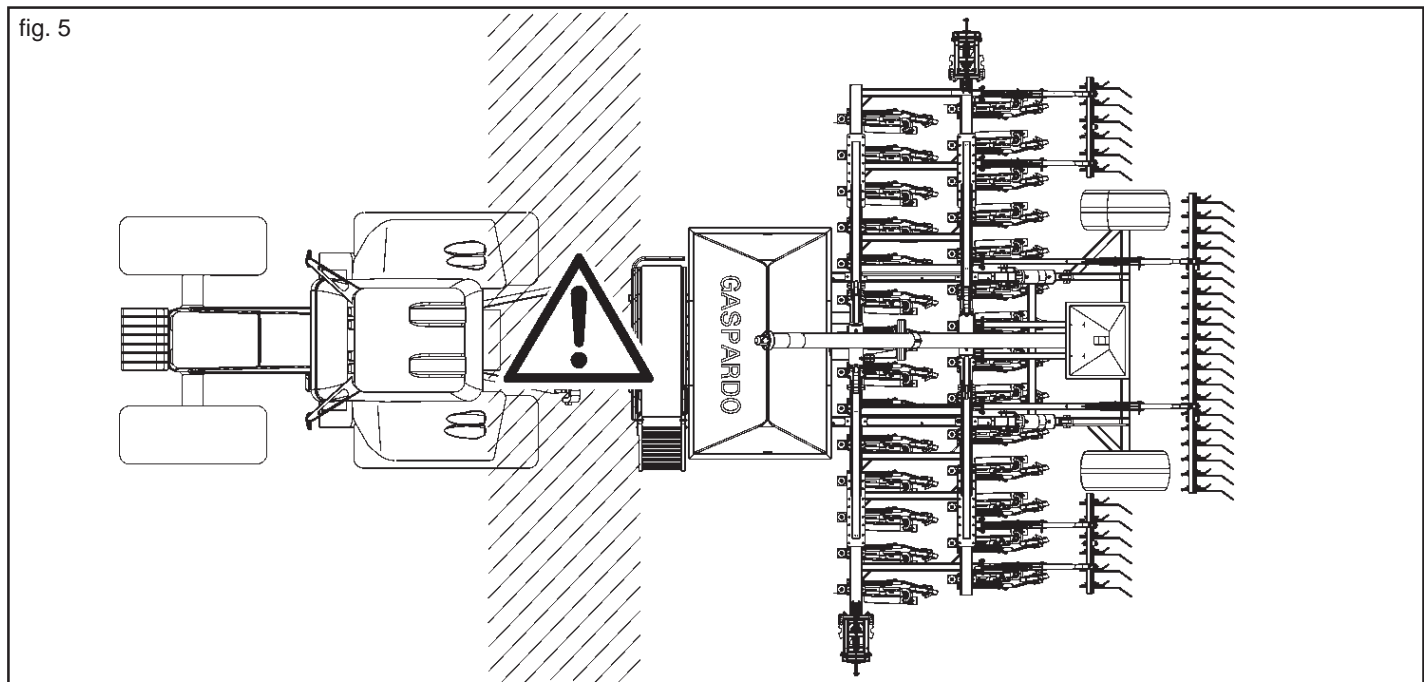

fig. 5
- 5) Es absolutamente prohibido colocarse entre el tractor y el gancho para mover el mando de elevación, desde el exterior. (Fig. 5).
- 6) Es absolutamente prohibido colocarse entre el tractor y el equipo (Fig. 5) mientras el motor esté encendido, el cardán insertado. Es posible interponerse solo después de haber accionado el freno de estacionamiento y haber introducido, debajo de las ruedas, un cepo o una piedra que bloquee adecuadamente.